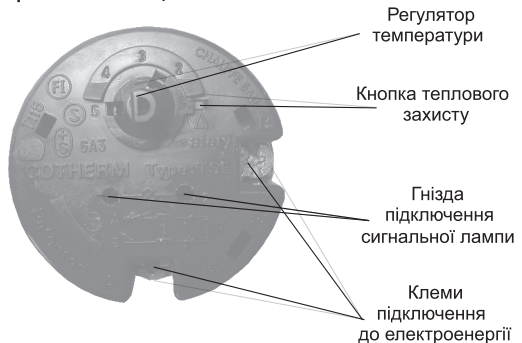

Рис. 3. Зовнішній вигляд терморегулятора
Температура нагрівання води задається вручну повертанням регулятора. Збільшення температури нагрівання - повертанням регулятора проти годинникової стрілки, зменшення температури - за годинниковою стрілкою. (рис. 3).
- Натиснути на кнопку теплового захисту, яка розташована в корпусі терморегулятора (рис. 3).
4. Регулювання температури нагріву виконується поворотом ручки регулювання на термостаті (рис. 3) під захисною кришкою проти годинникової стрілки.